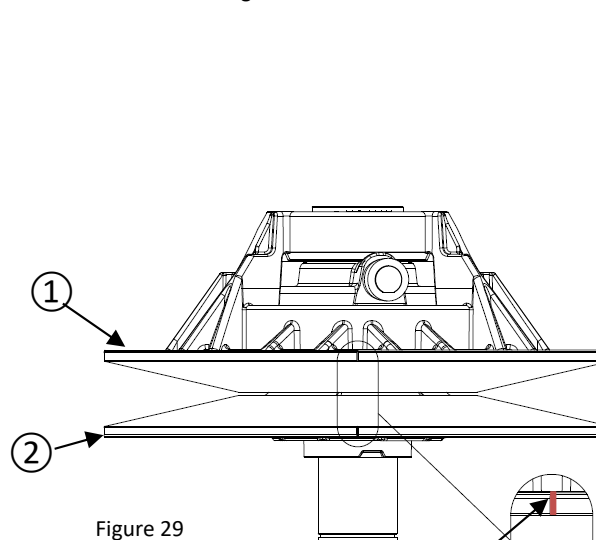

Figure 29
- Insérer le flasque coulissant ② sur le flasque fixe ① et assurez-vous que les encoches d'alignement sont alignées (voir figure 29).
- Insérez les 2 rampes avant ⑨ et les 2 hélices ⑩ dans le flasque fixe ①.